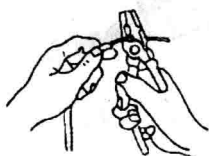

图 1-5 剪切导线
(3) 剪切导线。使用钢丝钳剪切导线时, 右手应握住钳柄, 左手拿住导线, 并将导线置于钳头刀口处, 右手用力挤压钳柄, 导线则可剪断。操作方法如图 1-5 所示。